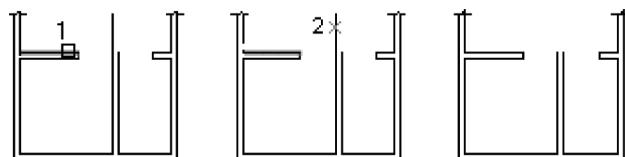

图4-72 延伸方式修剪对象
1) 延伸(E): 延伸边界进行修剪。在此方式下, 如果剪切边没有与要修剪的对象相交, 系统会延伸剪切边直至与要修剪的对象相交, 然后再修剪, 如图4-72所示。